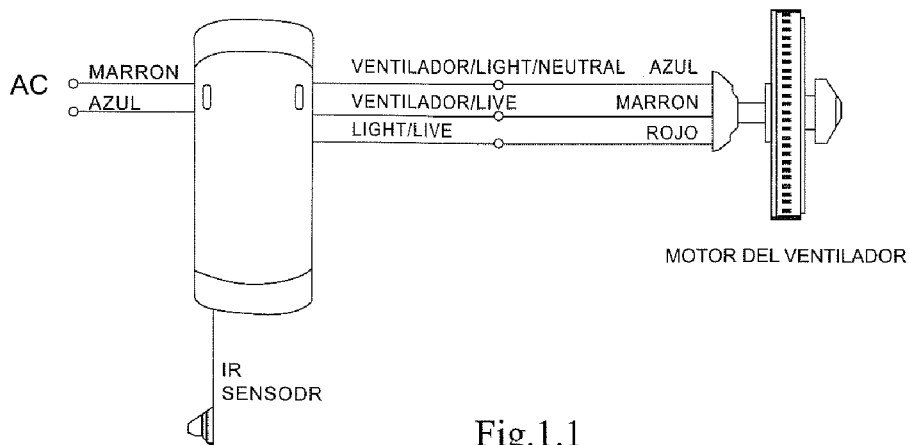
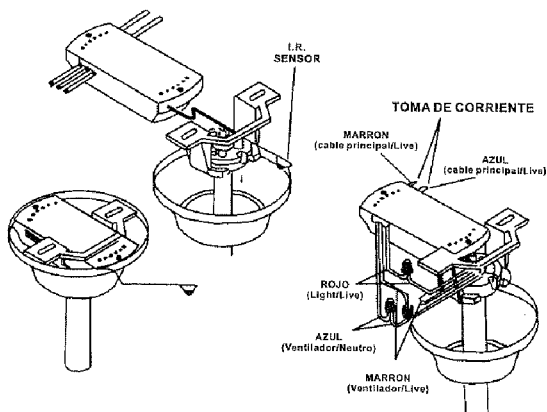
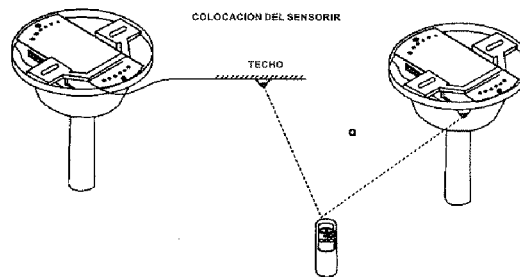

Fig.1.1
Fig.1.2
Fig . 2
1. Conectar os fios, como mostrado nas ilustrações (Fig. 1.1 e Fig. 1.2.) Coloque o sensor infravermelho sempre para fora do aro. A sua localização vai depender das condições de recepção. (Fig. 2)
2. Depois de conectar os cabos de inserir o receptor no suporte do ventilador, como mostrado na ilustração (Fig. 1.2) e cubra com a guarnição.